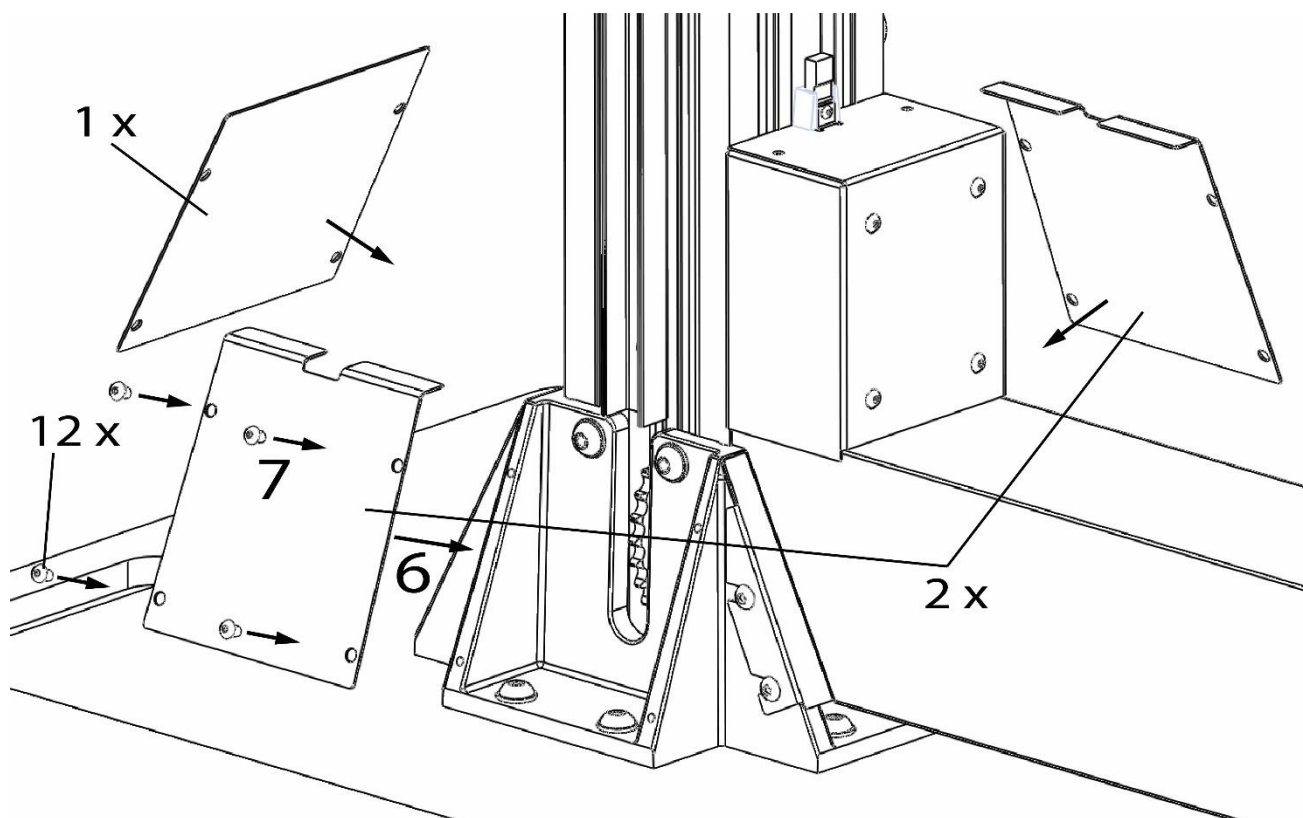

Figura 6: Ficha de alimentação superior e suporte da fonte de alimentação
10. Instale as tampas frontais/traseiras e laterais com os parafusos M4 incluídos (**figura 6**).